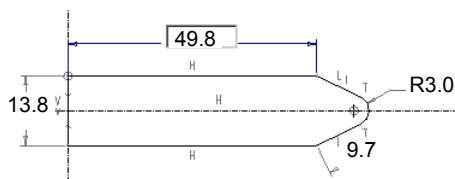

图 2.12.14 修改尺寸
(1) 在图 2.12.14 所示的图形中, 双击要修改的尺寸, 然后在出现的文本框中输入正确的尺寸值, 并按回车键。